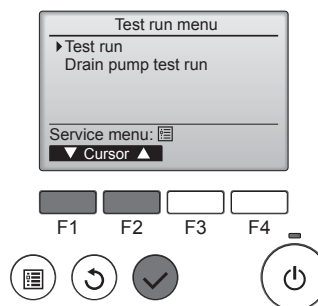

Fig. 7-4
- ④ Selecteer "Test run" (Proefdraaien) met de functietoets [F1] of [F2] en druk op de toets ○. (Fig. 7-4)